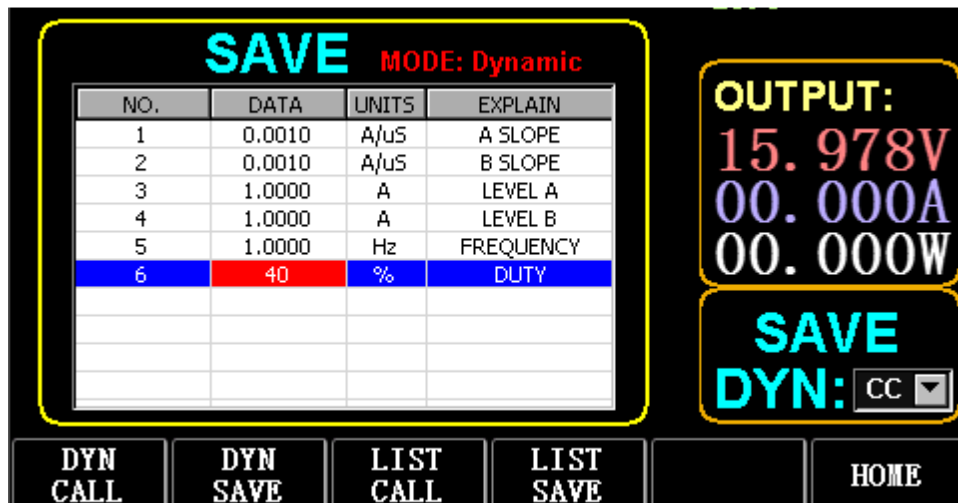

Abb. 3.1 DYN CC
Wählen Sie (FS) „Dynamic“, um die in Abb. 3.1 gezeigte Benutzeroberfläche aufzurufen.